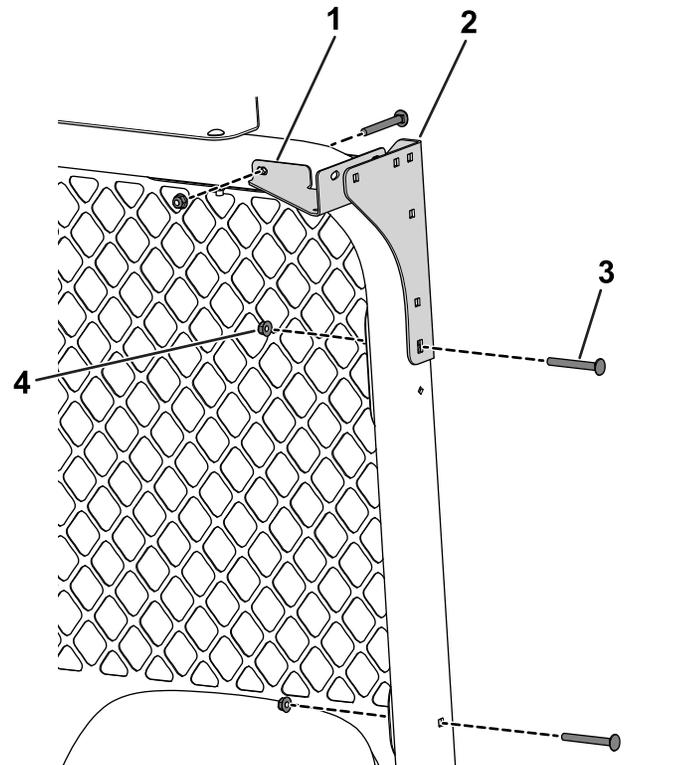

図 34
6. キャリッジボルト5/16 x 2³/₄ インチ4本とフランジナット5/16 インチを使って、日よけの後取り付けブラケットと後コーナーガセットを ROPS に固定する図 34。
7. キャリッジボルト (5/16 x 2-3/4") 2本とナット (5/16") 2個を使って、リアスクリーンをロールバーに固定する (図 34)